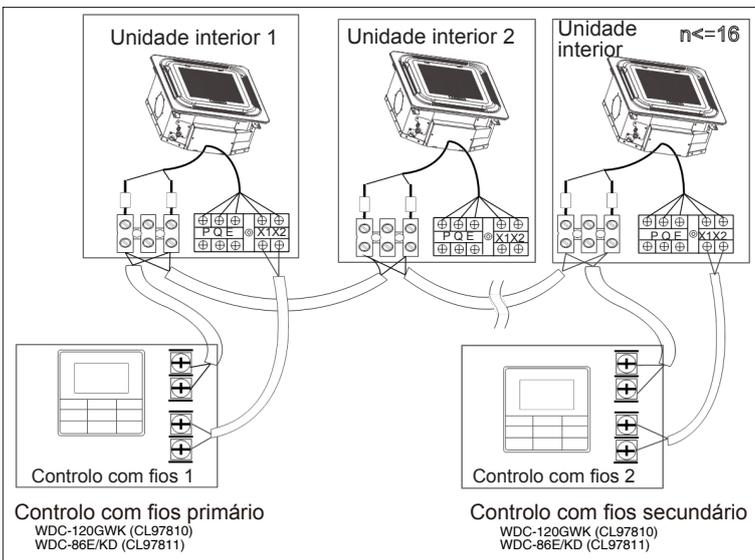

Figura 6.8
- ♦ Use 1 controlo com fios para controlar várias unidades interiores ou 2 controlos com fios (um controlo principal e um secundário) para controlar várias unidades interiores (ver Figura 6.8);